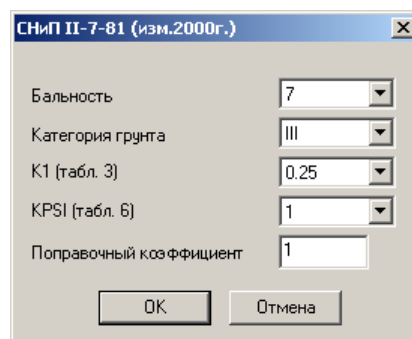

Рис.1.17.2. Окно диалога СНиП II-7-81 изм. 2000 г.
- в окне диалога **СНиП II-7-81** изм. **2000 г.** (рис. 1.17.2) задайте следующие параметры: